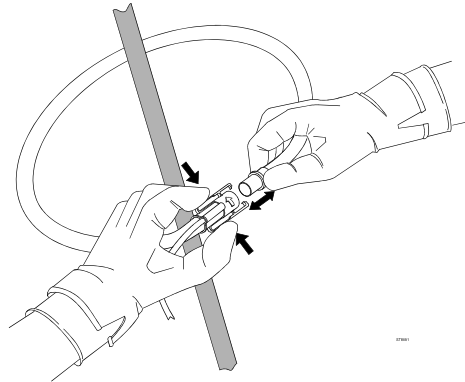

Figura 1. Aplicación de la sonda flexible alrededor del conductor.
2. Fije la sonda flexible alrededor del conductor (Ver Figura 1.)